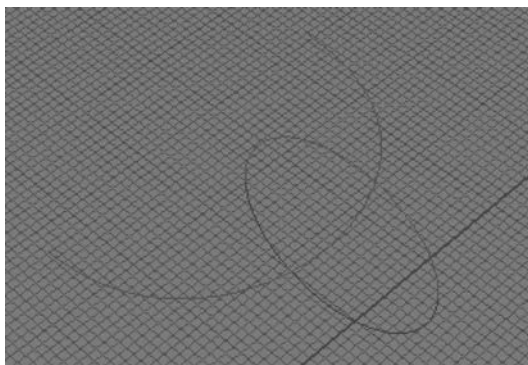

图 8-19 建立曲线上点的法线平面圆
(1) 环绕曲线,以中心点和半径建立圆 : 该命令用于在曲线上绘制所选点的法线平面圆,如图 8-19 所示。